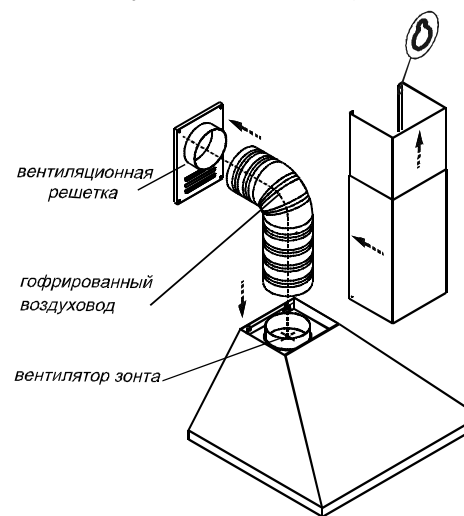
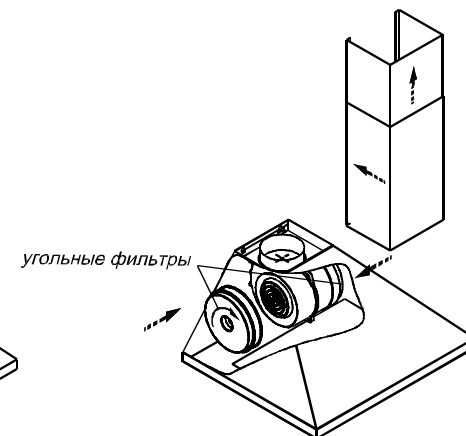

РИС. 5
РИС. 6
- ### 6.3 В зависимости от режима эксплуатации зонта соедините вентилятор с вентиляционной решеткой полужестким гофрированным воздуховодом (рис. 5) или установите на вентилятор угольные фильтры (рис. 6).
- ### 6.4 Установите фальштрубы (рис. 5, 6). Выдвиньте верхнюю фальштрубу и навесьте ее на ввернутые шурупы через отверстия типа «замочная скважина».